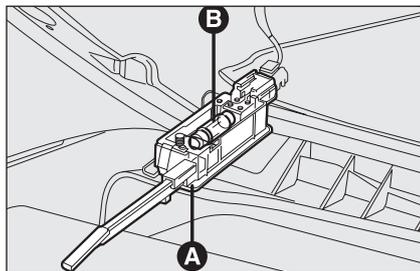

fig. 44
- aprire il cassetto portaoggetti, quindi estrarre la plafoniera **A**-fig. 44;